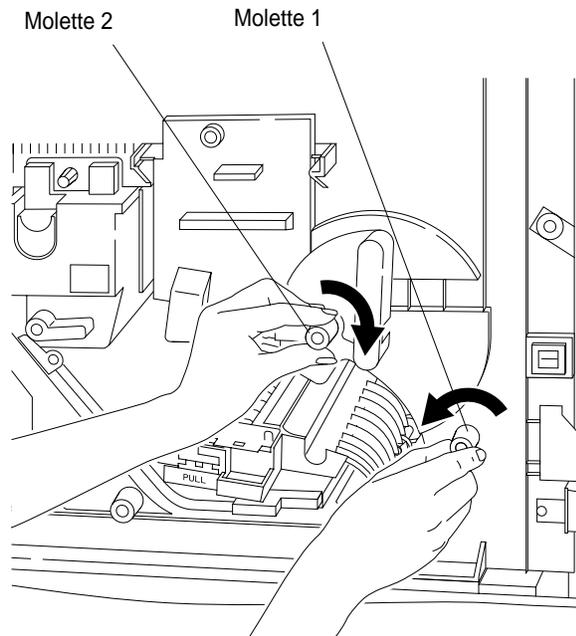

Figure 3-41 Rotation des molettes 1 et 2
8. Tournez la molette 1 dans le sens contraire des aiguilles d'une montre et la molette 2 dans l'autre sens pour mettre le papier dans la position permettant de le retirer, comme illustré à la Figure 3-41.